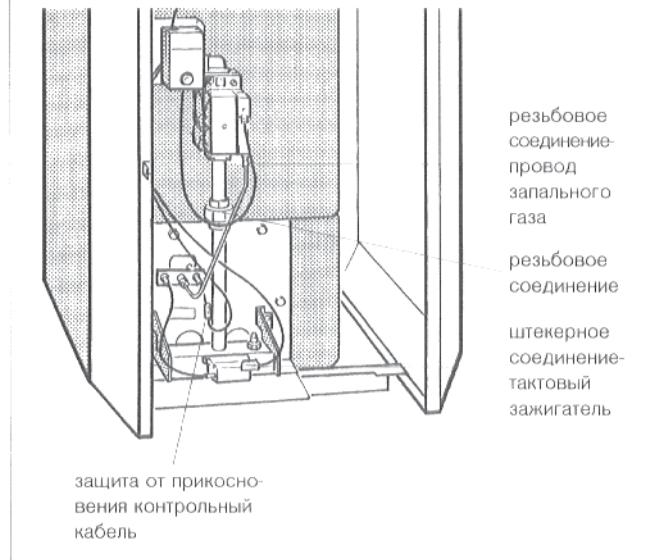

Рис. 42: газовая горелка
- Ослабить резьбовое соединение запального провода у арматуры (рис. 42).
- Отделить газовую горелку от арматуры (рис. 42).
- УстраниТЬ защиту от прикосновений у контрольного провода (рис. 42) и разъединить штекерное соединение.
- Снять штекерное соединение у зажигателя (рис. 42).